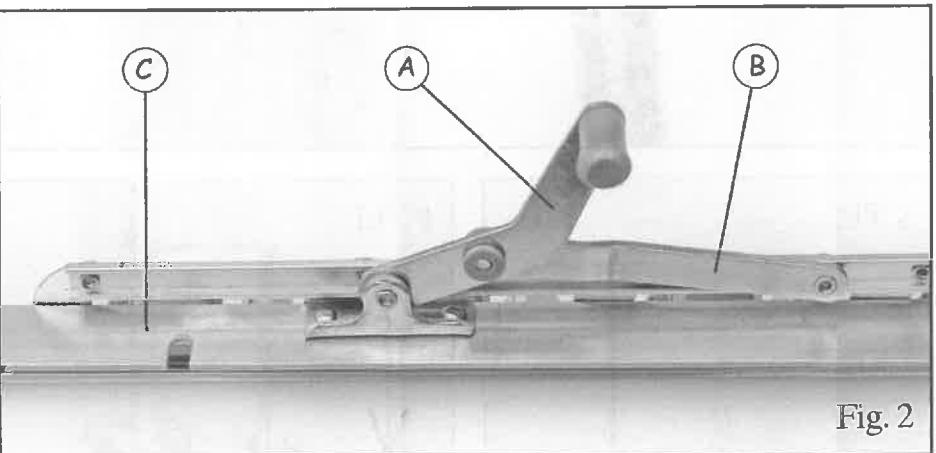
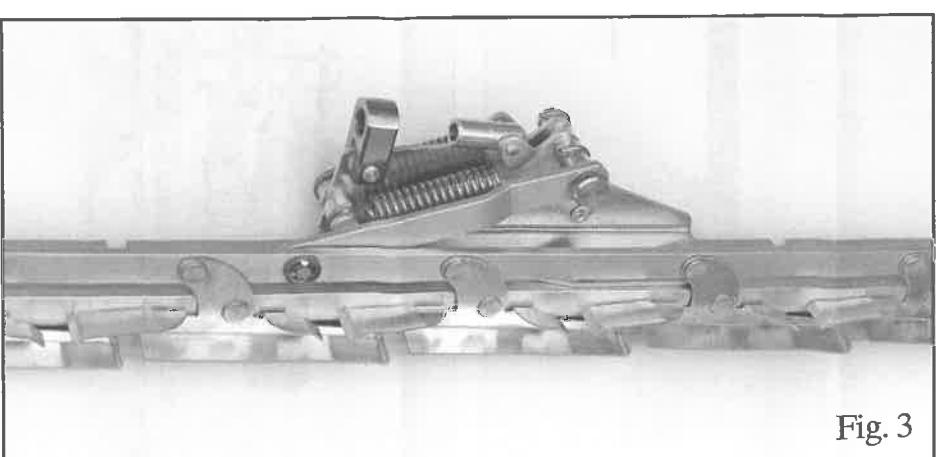

Fig. 2
Fig. 3
See Fig. 2
- It is easier to install the opener if the louvre mechanism ('C) and its handle (A) is dismantled from the greenhouse - see fig. 2
- Dismantle the handle (A). If fastened with rivets these need to be filed or drilled out.
- Remove the winged screw (6) - fit the connecting arm (B) to the opener and reinstall the winged screw - see fig. 3
- Place the opener where the handle used to be, push the opener towards the connecting arm until the mechanism is fully closed. Mark the position of the 2 fitting holes in the arm of the opener (5) onto the louvre mechanism.
Fig. 2 zeigt
- Der Öffner ist einfacher anzubringen, wenn der Mechanismus des Fensters (C) und sein Griff (A) vom Gewächshaus abgenommen werden - siehe Abb. 2.
Voir figure 2
- Il est plus facile d'installer le dispositif lorsque le mécanisme de la fenêtre à jalouses (C) et sa poignée (A) sont démontés (voir fig. 2).
- Retirez la poignée (A). Si elle est fixée par des rivets, vous devrez les remplir ou les retirer à la perceuse.
- Retirez la vis papillon (6), installez le bras de connexion (B) sur le dispositif et réinstallez la vis papillon (voir fig. 3).
- Marquez la position des deux schroefgaten op de draagarm van de opener (5) op het louvre-mechanisme.